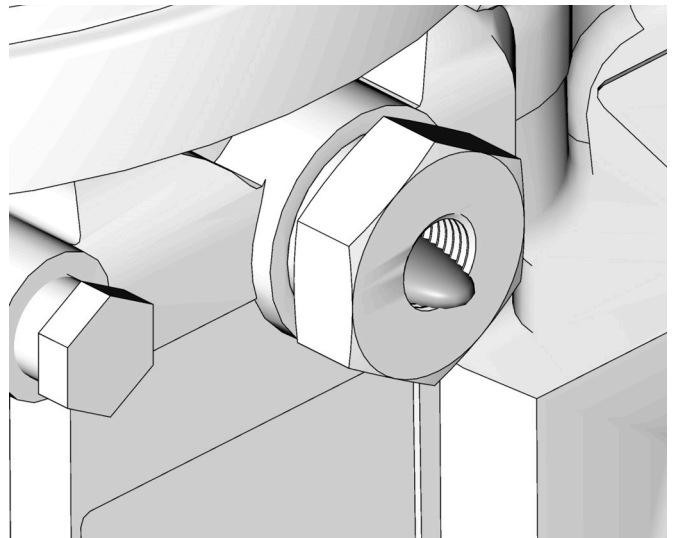

图 16
2. 只运行泵，直至空气不再与来自元件管件的润滑剂一起分配（图 16）。